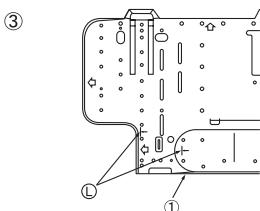

Fig. 3-7
③ Если труба с раструбом должна быть укреплена на стене заранее: (Fig. 3-7)
- ① Настенный кронштейн